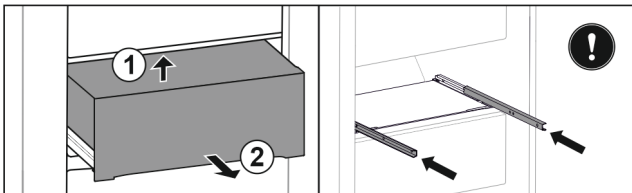

Fig. 124
- ▶ Lade van onderen achter optillen. Fig. 124 (1)
- ▶ Lade naar voren toe verwijderen. Fig. 124 (2)